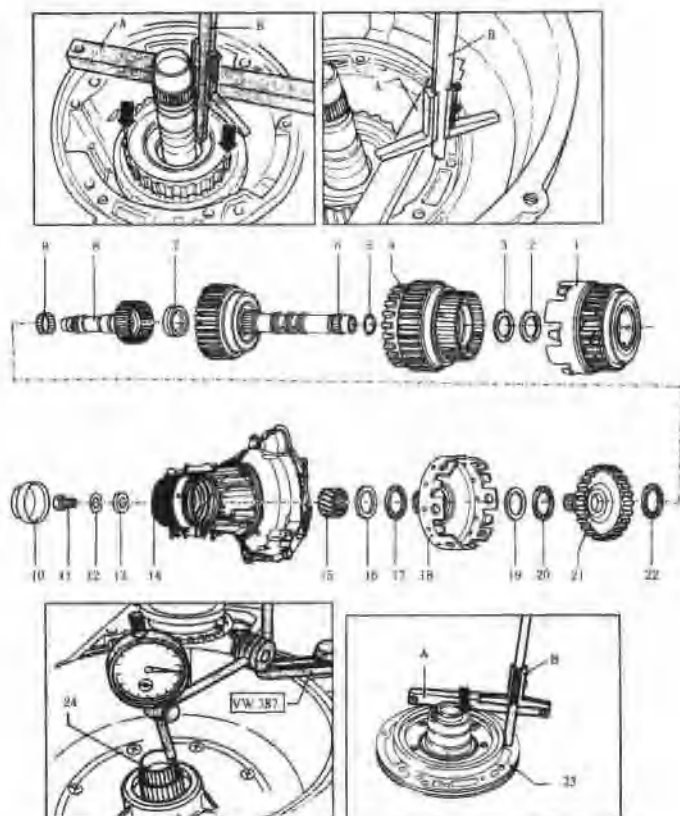
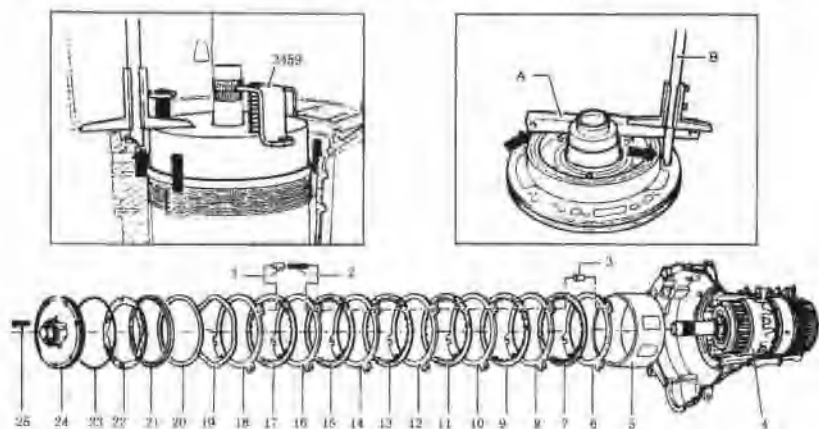

图 4.59 行星齿轮机构
图 4.60 2、4挡制动器 B2
(3) 保证活塞环相互钩住并套装在带涡轮轴的 3、4 挡离合器 (K3) 6 上; 将调整垫片 2、3 装入第 1、2 和 3 挡离合器 (K1) 4; 装入倒挡离合器 (K2) 1。如图 4.59 所示。
(4) 如图 4.60 所示, 装上外摩擦片 (B2) 6、8、10、12、14、16、18 和支承管 5, 并使支承管 5 的槽卡在自由轮的定位键上, 先装入一个 3mm 厚度的外摩擦片, 将弹簧头 1 装于外摩擦片上, 装压缩环及其他摩擦片, 最后剩下一片摩擦片, 经测量后再装; 装入波纹弹簧片 19; 确定调整垫片 20 的厚度并装入; 止推环 21 光滑面朝向带 B2 活塞的 ATF 泵 24; 用 $8N \cdot m$ 的力矩拧紧螺栓 25; 然后, 用百分表 VW387 测量离合器间隙如图 4.59 所示。